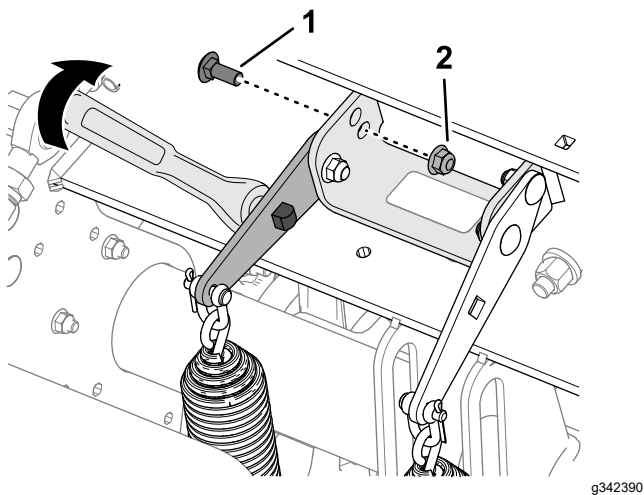

Figura 110
4. Introduceri o cheie cu clichet de ½" sau o bară de rupere în orificiul pătrat din placa de tensionare cu arc (Figura 110).